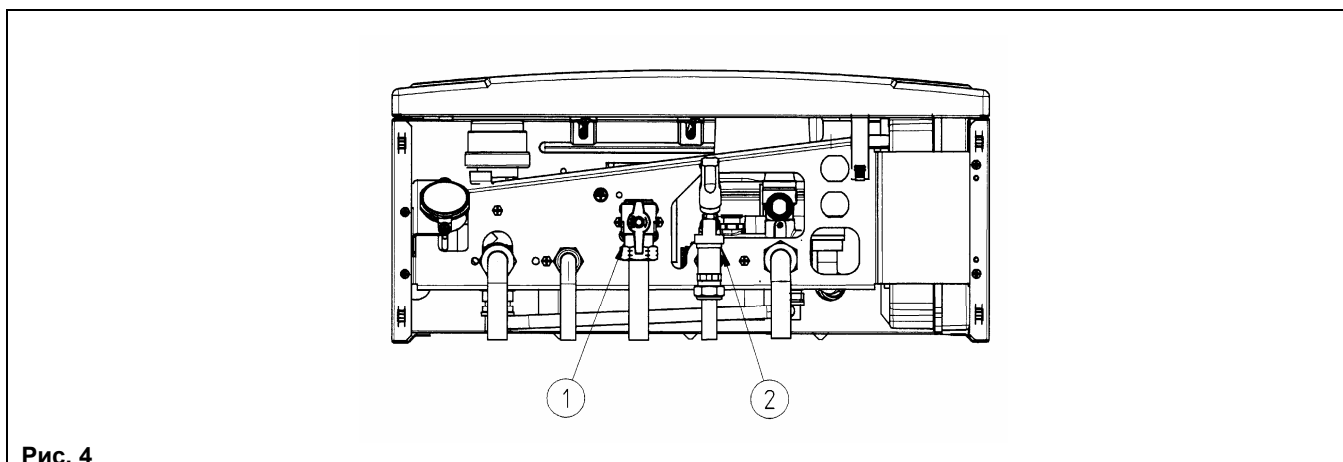

Рис. 4
**Примечание:** Кран заполнения системы, расположенный в котле (рис. 4 и 6) должен быть постоянно открыт, чтобы была возможность автоматического заполнения системы. Он может быть закрыт в случае, если необходимо отключить автоматическую систему заполнения.